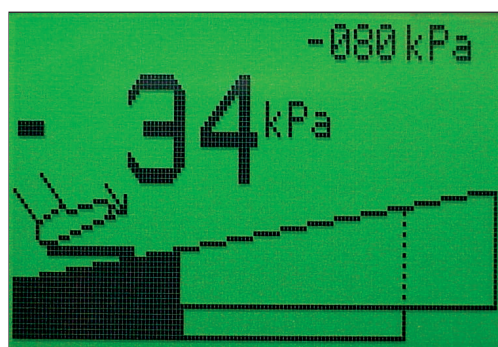

Fig. 30 Pantalla después de que el control de vacío haya pasado al pedal regulador
- En modo VE, situar el pedal regulador hacia la posición que corresponda al vacío actual, (Fig. 29-31). Esto transfiere el control de vacío al regulador. El ATMOS S 351 Natal pasa al modo aspiración (Fig. 30). El modo automático de generación de vacío puede reestablecerse presionando la tecla de ventosa de extracción (Fig. 19).